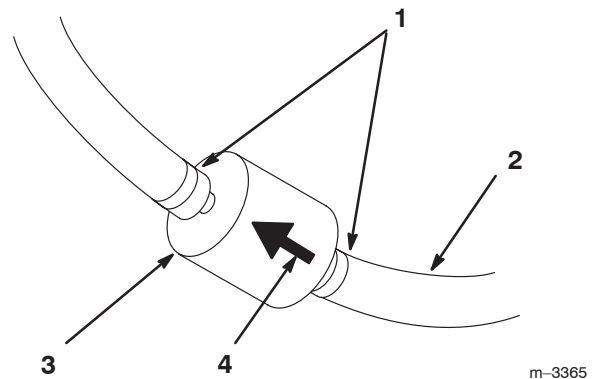

Bild 42
5. Drücken Sie die Enden der Schlauchklemmen zusammen und schieben Sie sie vom Filter weg (Bild 42).